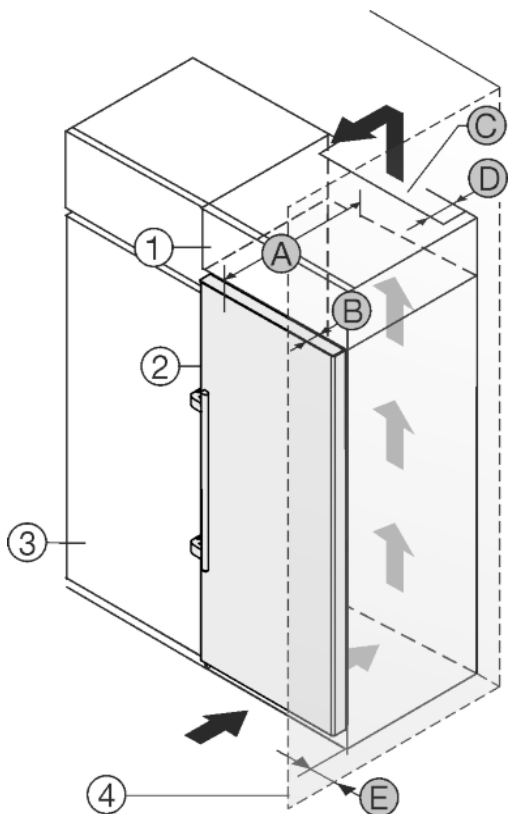

Fig. 21
Přístroj lze zabudovat do kuchyňských skříní. K vyrovnání přístroje Fig. 21 (2) na výšku kuchyňské linky lze na přístroj nasadit nástavec Fig. 21 (1).
Přístroj lze instalovat přímo vedle kuchyňské skřínky Fig. 21 (3). Aby bylo možné dvířka plně otevřít, musí přístroj přesahovat o hloubku Fig. 21 (B) vůči přední linii kuchyňské skřínky. V závislosti na hloubce kuchyňských linek a použití vymezovačů odstup od stěny může přístroj vyčnívat dále.
- Na zadní straně nástavné skřínky musí být větrací šachta hluboká Fig. 21 (D) přes celou šířku nástavné skřínky.
- Pod stropem místnosti musí být dodržen ventilační průřez Fig. 21 (C).
Pokud je přístroj se závěsy instalován vedle stěny Fig. 21 (4), musí být dodržena vzdálenost Fig. 21 (E) mezi přístrojem a stěnou. To odpovídá přesahu madla při otevřených dveřích.